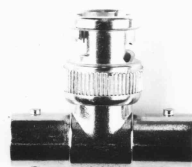

图 16
① 细缆和粗缆在连接上的不同。细缆在连接处需要切断,在两端安装 BNC 连接头,BNC 连接头与专用 T 型连接器(如图 16)相连。过去粗缆连接时不需要切断,而采用一种类似于夹板的装置进行连接。现在粗缆在连接时也使用与细缆相似的方式,在连接处也要切断,使用专用的粗缆连接器(三件套)进行连接。但与 BNC 连接头相比,粗缆的连接器在价格上要高得多(一个连接器在 60 元左右)。无论是粗缆还是细缆,在总线的两端都应安装相匹配的终端电阻器(细缆使用 50 欧姆的终端电阻器,如图 17),以削减信号的反弹。在粗缆组网时,每个接入点